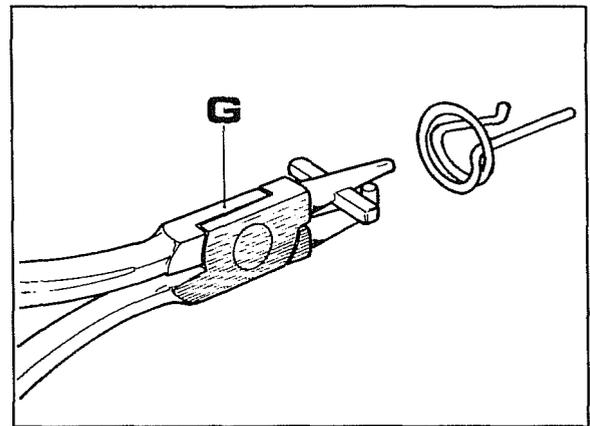

Abb. 14
- Um die Feder **R** Abb. 8 besser einzubauen, die Vorrichtung **G** Abb. 14 benutzen.